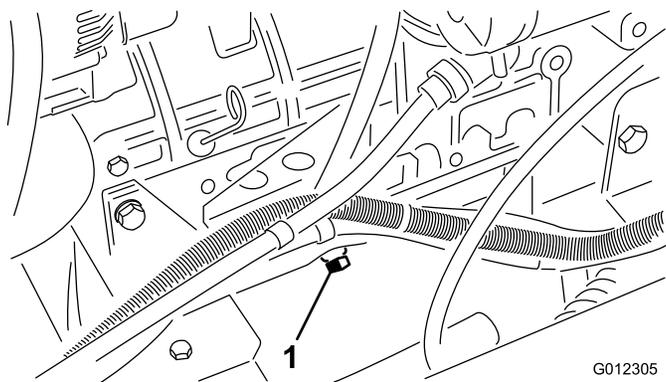

Figura 31
1. Retire el tapón de vaciado (Figura 31) y deje fluir el aceite a un recipiente apropiado.